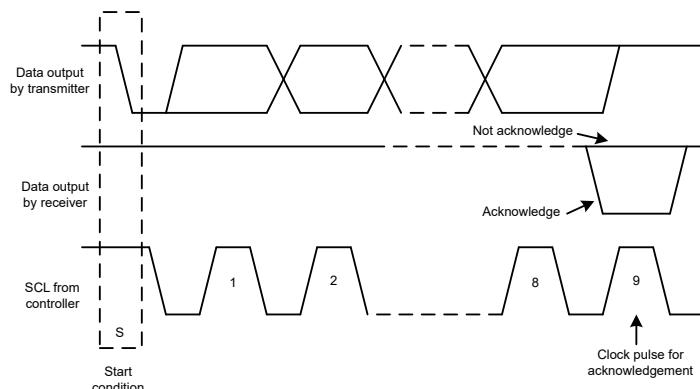
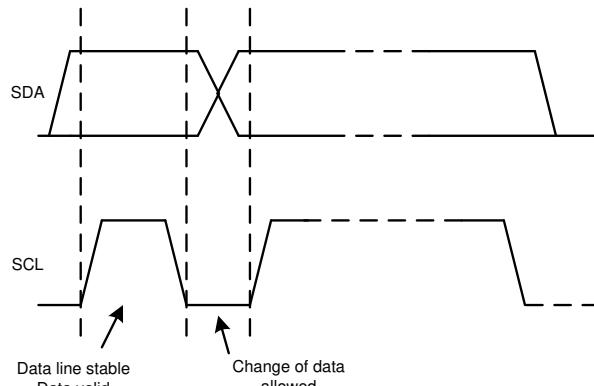

図 6-20. I2C バスにおける確認応答と非確認応答
図 6-22. I2C バスでのビット転送
指定のタイミング信号を除いて、I2C インターフェイスではシリアル バイトを扱います。各バイトの最後に、9 回目のクロックサイクルで確認応答信号が生成および検出されます。確認応答は、9 回目のクロックサイクルの high 期間中 SDA ラインを low にすることで行われます。否定応答は、図 6-20 に示すように 9 回目のクロックサイクルの high 期間中 SDA ラインを high のまま保持することで行われます。
2. 次に、コントローラは SCL パルスを生成し、7 ビットのアドレスと読み取り / 書き込み方向ビット (R/W) を SDA ライン上で送信します。すべての送信中、コントローラはデータが有効であることを確認します。有効なデータ条件では、図 6-22 に示されているように、ロックパルスのハイ期間全体にわたって SDA ラインが安定している必要があります。すべてのデバイスは、コントローラによって送信されたアドレスを認識して、そのアドレスをそれぞれの内部の固定アドレスと比較します。一致するアドレスを持つターゲットデバイスのみが、図 6-20 に示すように、9 番目の SCL サイクルのハイ期間全体にわたって SDA ラインをローに引き下げて確認応答を生成します。コントローラがこの確認を検出すると、ターゲットとの通信リンクが確立されます。